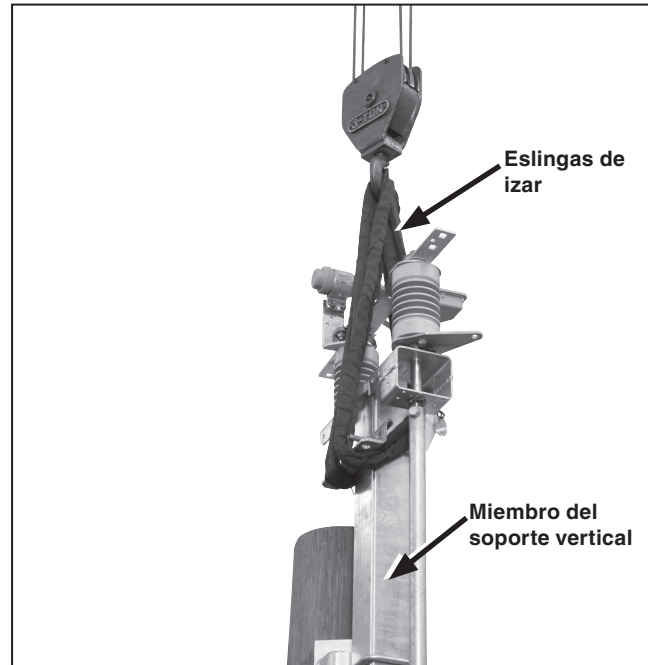

Figura 4. Izamiento del Interruptor Omni-Rupter a su posición para colocarse en la configuración de montaje triangular.
- Levante el interruptor como se muestra en la Figura 4 hasta que las eslingas de izar estén apenas tensas.